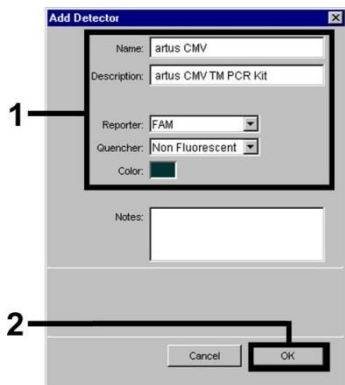
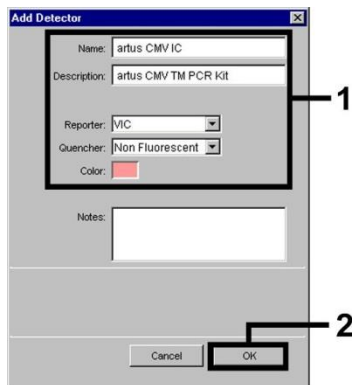
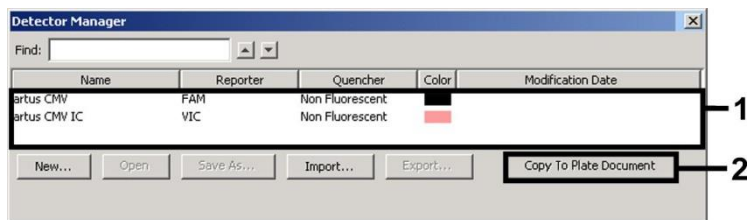

Fig. 17 : Création du détecteur spécifique au CMV (Detector Manager) (Gestionnaire des détecteurs).
Fig. 18 : Création du détecteur spécifique au contrôle interne (Detector Manager) (Gestionnaire des détecteurs).
Fig. 19 : Sélection des détecteurs (Detector Manager) (Gestionnaire des détecteurs).
Dans la fenêtre apparaissant à présent, choisir la combinaison rapporteur/désactivateur FAM/Non Fluorescent pour détecter l'ADN du CMV. Pour détecter le *contrôle interne*, sélectionner la combinaison VIC/Non Fluorescent (conformément aux Fig. 17 et Fig. 18). En confirmant la saisie (OK), un retour est effectué au *Detector Manager* (Gestionnaire des détecteurs). Sélectionner les détecteurs venant d'être créés et transférer chaque sélection vers l'onglet *Setup* (Réglage), en cliquant sur l'option *Copy to Plate Document* (Copier vers le document de plaque) (voir Fig. 19). Fermer la fenêtre (*Done*) (Effectué).